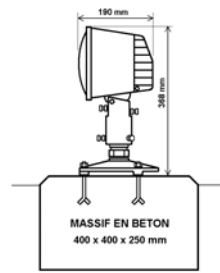

FIG 1
- Au niveau du sol avec bague de rupture sur tripode (Fig 1).